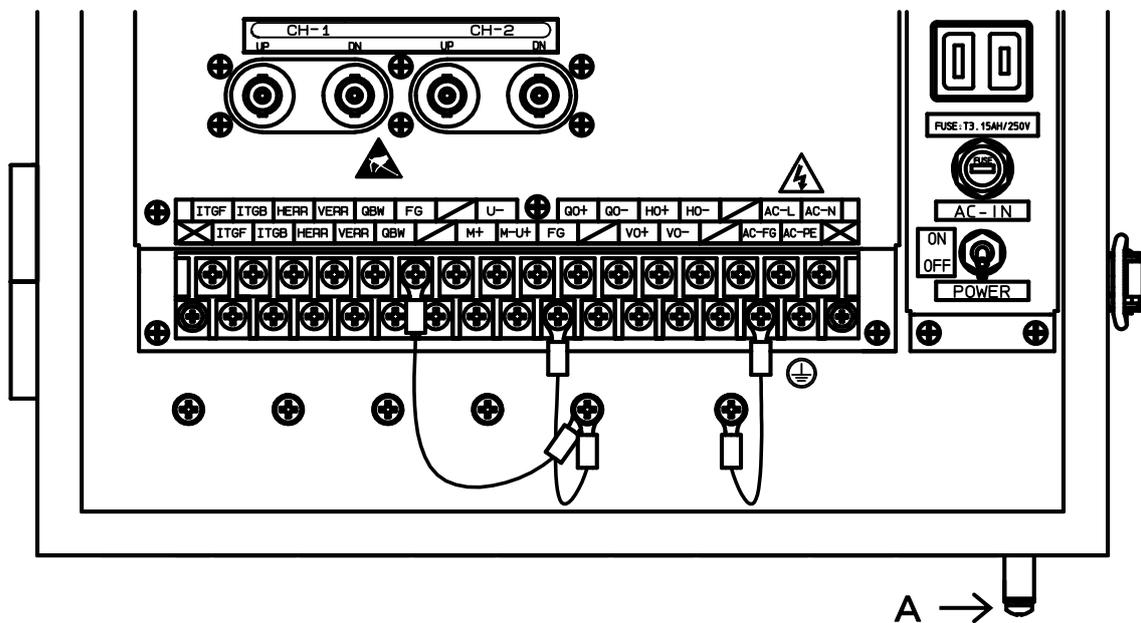

図5-1 本体外部接続用端子付近(電源仕様:AC100Vの場合)
- (1) 本体と検出器とを接続する同軸ケーブルは動力線などから分離し、動力機器に近接することのないような敷設をしてください。
- (2) 本体と外部機器の配線は図5-1、2及び表5-1を参照して行ってください。
- (3) 電源は必ず計装用電源を使用し、動力用電源と共用することは避けてください。
- (4) 電源及び信号ケーブルは公称断面積0.75~2mm2相当のケーブルを使用してください。
- (5) 配線は銅製コンジット(電線管)配線としてください。本体の電源及び信号ケーブルの配線引き込みは、本体底面のスキントップを通して結線してください。従って電線管の配管端は本体底面の直近までとしてください。配線用の電線管は、鋼製電線管(JIS C 8305)または金属製可とう電線管(JIS C 8309)を使用してください。
- (6) 本体ケースを下図Aの端子で接地してください。(第D種接地)
- (7) M+端子とM-U+端子をショートさせないでください。内蔵電源が壊れる恐れがあります。
- (8) M-U+端子とU-端子に直接電源を接続しないでください。内部回路が壊れる恐れがあります。